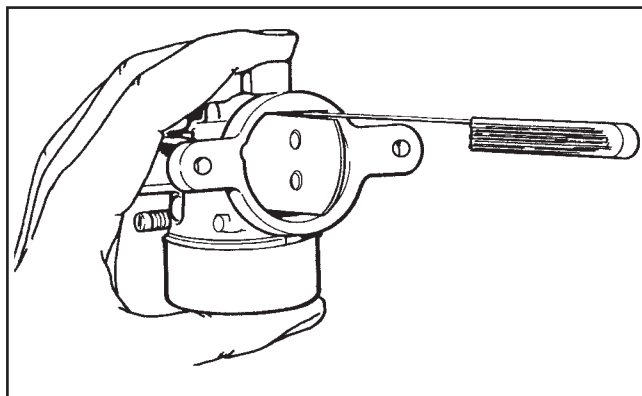

Figura 5-17. Medir Folga (Filtro de Ar Retirado para Obter Uma Imagem Mais Clara).
4. Encaixe, sem apertar, a placa do obturador do ar no veio do obturador do ar utilizando os dois parafusos fornecidos no kit de reparação do obturador do ar. Aplique Loctite® N.º 609 nas roscas dos parafusos de retenção da placa do obturador de ar. Fixe estes parafusos APENAS após a placa do obturador de ar estar alinhada correctamente no orifício da placa do obturador de ar. Para alinhar a placa do obturador de ar, insira um calço de 0,010 pol. entre a extremidade superior direita da placa do obturador de ar e o orifício. Consulte a Figura 5-17. Depois, enquanto empurra para baixo a parte superior do veio do obturador de ar, aperte os parafusos firmemente.